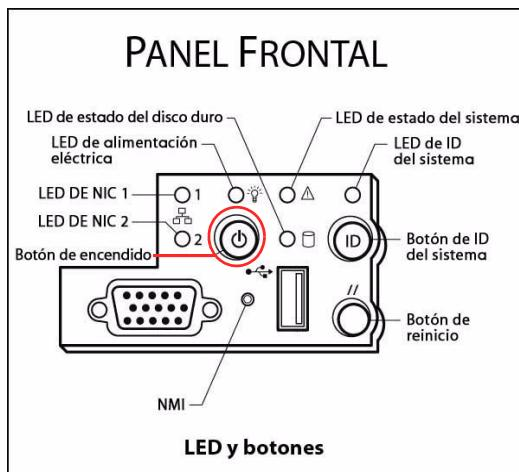

FIGURA 3-24 Detalles del botón de encendido y el panel delantero
6. Encienda el servidor H1 (número de serie que termina en “-H1”) pulsando el botón de encendido (FIGURA 3-24) en el panel delantero (detrás de la placa delantera).